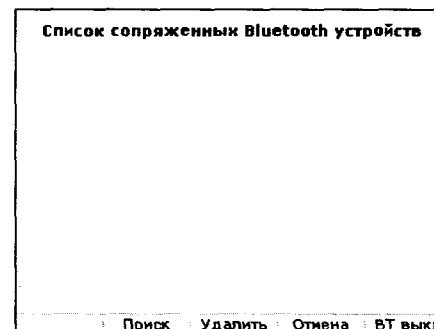
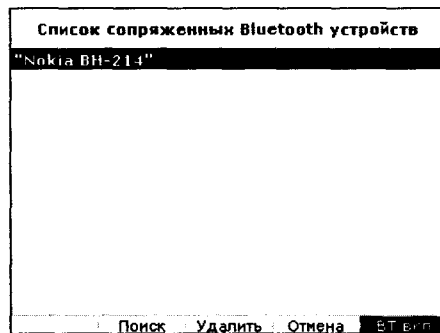

Рисунок 83
Рисунок 85
2.5 Торцевым нажатием правого энкодера активизировать строку «Настройка Bluetooth» при этом на экран выведется страница меню «Список сопряженных Bluetooth устройств» (рисунок 83).
2.12 Для сопряжения выбранного Bluetooth устройства нажать на клавишу **F1**. На экране дефектоскопа отобразится сообщение Устройство успешно сопряжено. Нажмите любую клавишу.... В случае, если сопрягаемое устройство потребует ввести PIN код, то введите "0000". После нажатие клавиши откроется страница меню Список сопряженных Bluetooth устройств (рисунок 85).
- Bluetooth модуль дефектоскопа включен. В случае, когда на странице меню Список сопряженных Bluetooth устройств в окне (над клавишей F5), индицируется информация BT выкл. (рисунок 83), необходимо нажать клавишу F5 и включить Bluetooth модуль дефектоскопа. Над клавишей F5 появится информация BT вкл. (рисунок 85);